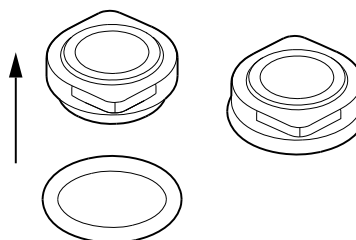

Fig. 4 Colocar la junta tórica en la parte fija del cierre.
1. Colocar la junta tórica (pos. 102) en la parte fija del cierre mecánico. Ver fig. 4.